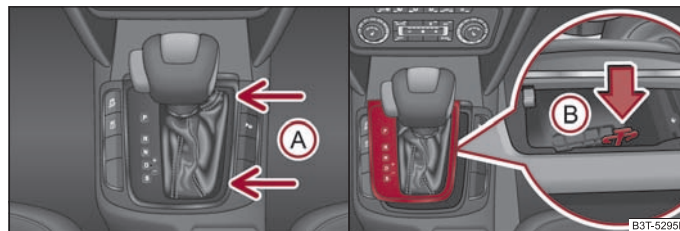

Fig. 140 Desbloqueo de emergencia de la palanca selectora
- Coja la cubierta de la palanca selectora en los puntos de las flechas **(A)** ⇒ fig. 140 y tire con cuidado de ésta hacia arriba.